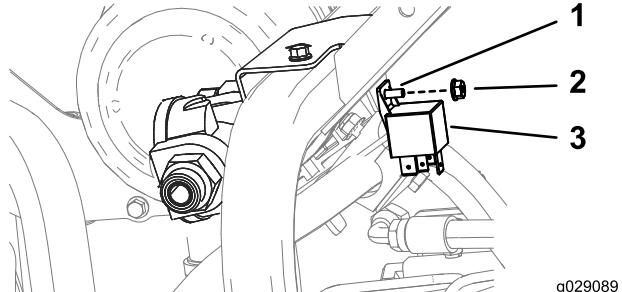

Figura 13
4. Montate il relè come mostrato nella Figura 13.